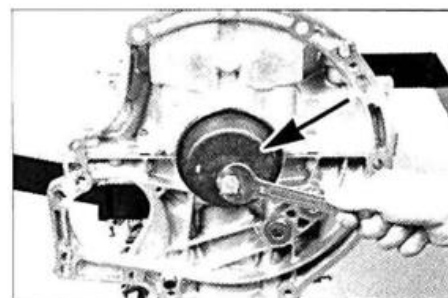

FIG. 65
• Colocar la junta de estanqueidad en el cigüeñal, lado volante motor, con el útil PSA 0194. M (fig. 65)